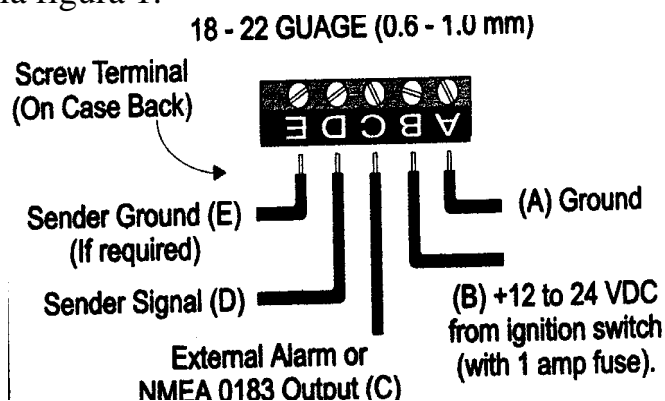

Fig. 1
- Confrontate accuratamente i collegamenti con le figure 1. Se i collegamenti sono corretti, potete montare lo strumento. Assicuratevi che la guarnizione sia al suo posto e usate soltanto le mani per stringere il supporto. *Non stringere troppo il supporto o il case potrebbe subire danneggiamenti. Non usare strumenti per avvitare.*